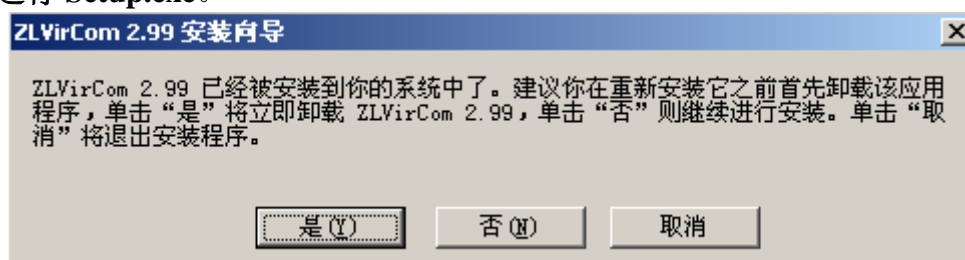

图 1
3. 如果本机已经安装过 ZLVirCom，系统提示先卸载之前的安装，见图 1。卸载时首先需退出 ZLVirCom 程序，右键单击 Windows 任务栏最右端的  标志，在弹出的菜单中选择“退出”。在图 1 中点击 Yes 开始卸载。卸载完毕后重新运行 Setup.exe。